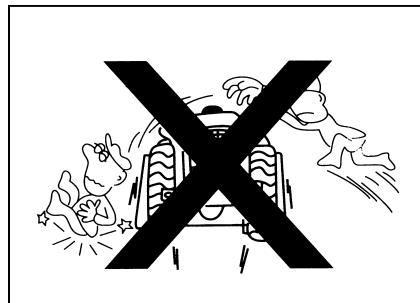

Рис.1-19
- Категорически запрещается вскочить или спрыгнуть. Подъем на погрузчик и опускание из погрузчика не допускаются при движении погрузчика(рис. 1-19).